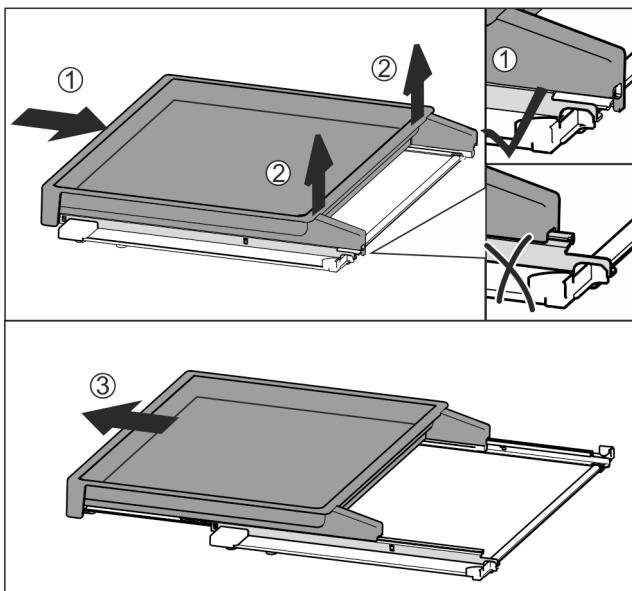

Fig. 43
- Izvlačni pretinac pogurnite do kraja Fig. 43 (1).
► Otpustite zapor sa stražnje strane Fig. 43 (2).
► Izvadite izvlačni pretinac prema naprijed Fig. 43 (3).